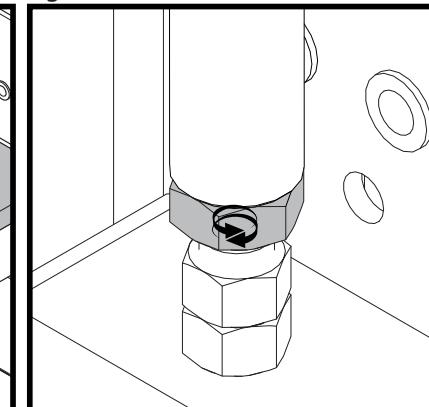

Figura 8-3
3 - Observe que o peso fracionado (N) irá subir ou descer (Figura 8-3).